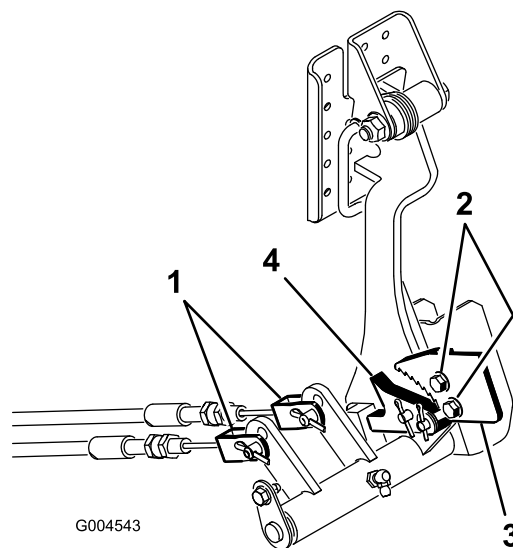

Figura 75
1. Retire os contrapinos e os pinos de forquilha que prendem os cabos do travão na haste do pedal do travão (Figura 75).
2. Solte os 2 parafusos que prendem a lingueta do travão de mão à estrutura (Figura 75).
3. Carregue no pedal do travão para a frente até o detentor do travão engatar completamente na lingueta do travão (Figura 75).